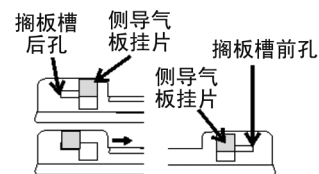

图 1-12. 搁板槽和槽孔
4. 安装搁板槽。将搁板槽的后孔挂在侧导气板的后方对应挂片上。向前拉动隔板槽，使隔板槽的前孔与侧导气板上对应的前挂片啮合。见图 1-12。